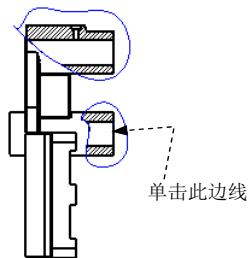

图 11.2.9 操作过程（二）
(2) 再次单击 **+** 按钮，在 **名称** 下拉列表框中选取剖截面 **C**，在 **剖切区域** 下拉列表框中选择 **局部** 选项；单击图 11.2.9 所示的边线，绘制图中所示的局部区域的边界，然后单击 **确定** 按钮。